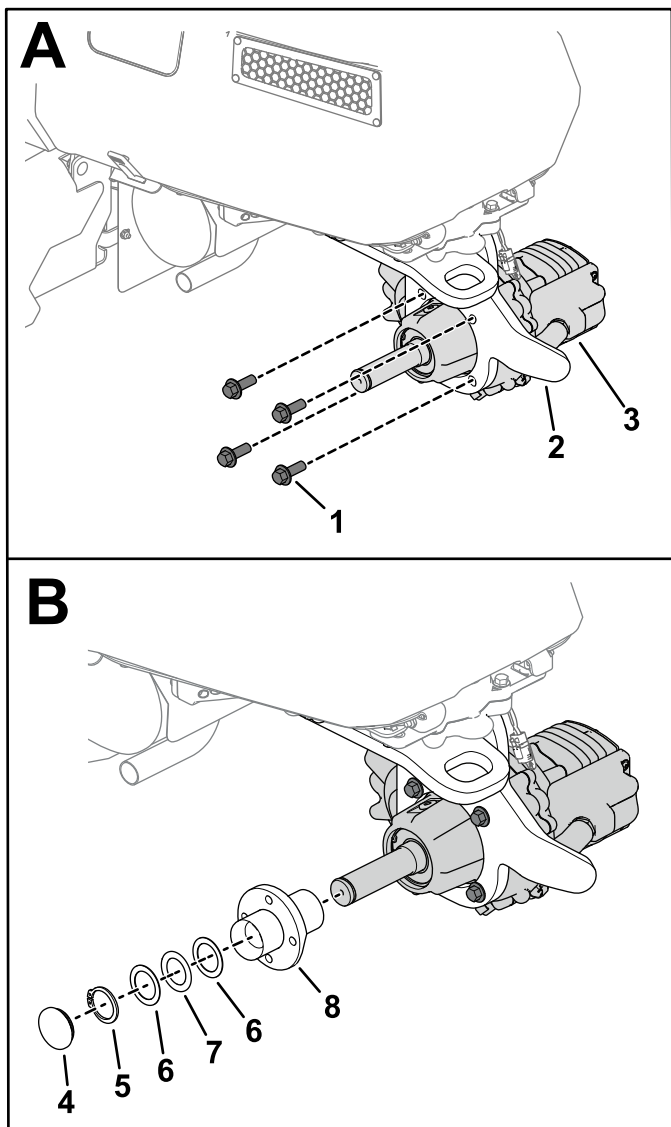

Figure 3
1. Retirez le circlip (montré à la Figure 3) de l'essieu.
2. Déposez le moyeu (montré à la Figure 3) du boîtier d'engrenages.
Remarque: Observez l'orientation correcte du boîtier d'engrenages, comme montré à la Figure 3. L'arbre de roue doit être dirigé vers le côté gauche de la machine.
- Avec 4 boulons (M12), fixez le boîtier d'engrenages à la fourche de roue pivotante (A sur Figure 3).
- Installez le moyeu, le circlip et le couvre-moyeu avec joint torique sur l'arbre de roue (B sur Figure 3).
Remarque: Si les rondelles de butée et le roulement sont déposés du moyeu, assemblez-les comme montré à la Figure 3.